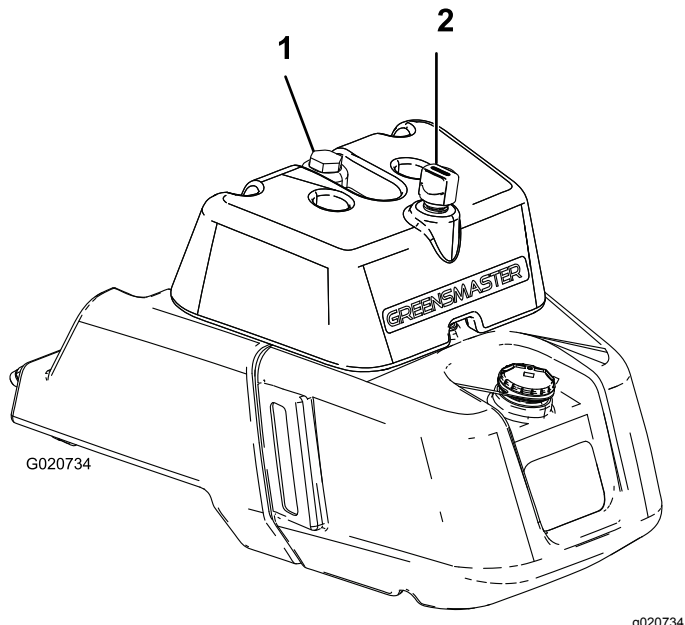

图35
- 如果油箱有观察窗口请通过窗口检查油位图35然后转至步骤 5。